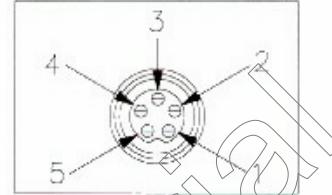

Fig. 3 Agujas del enchufe del micrófono, vistas desde la parte trasera del receptáculo de las agujas
5. Los alambres ahora deben ser soldados a las agujas como se indica arriba. Se debe usar una herramienta apropiada para sujetar el receptáculo de las agujas mientras se trabaja en la soldadura de manera que ambas manos estén libres para soldar. Si no posee estas herramientas se puede sujetar el receptáculo en una posición estacionaria insertándolo en el enchufe del micrófono en el panel frontal. Los números de las agujas del enchufe del micrófono se muestran en la fig 3, vistas desde la parte trasera del enchufe. Antes de soldar el alambre a las agujas, pre-solde el alambre de cada agujas.